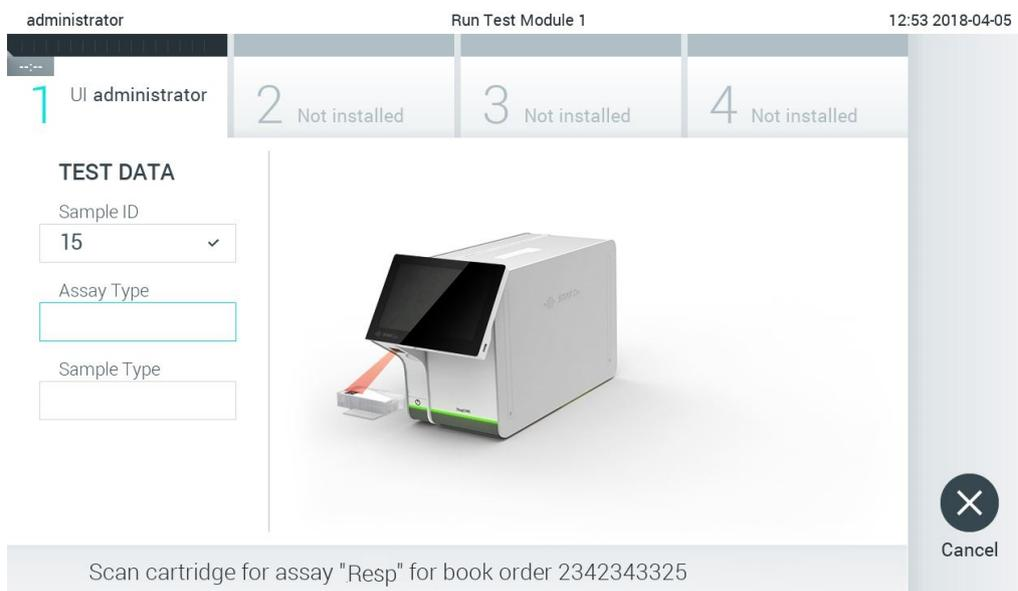

図 77. QIAstat-Dx assay cartridge バーコードをスキャン。
4. ホストからの検査依頼取得に成功した場合は、「Scan cartridge for assay <assay\_name> and book order <order\_number>」（<assay\_name（アッセイ名）> アッセイおよび予約依頼 <order\_number（依頼番号）> のカートリッジをスキャン）と表示されます。指定された QIAstat-Dx assay cartridge のバーコードをスキャンします（図 77）。